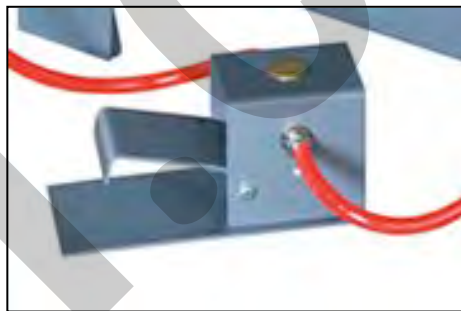

Figura 14 –Pistola e pedale di avvio.
1. Inserite le mani nei guanti di protezione montati sulla macchina, posizionate il pezzo da sabbiare sopra le gliglie, puntare la pistola verso il materiale da lavorare in una direzione compresa tra i 45° e 60° e poi premete il pedale (rif. B) di azionamento della pistola (Figura 14). Utilizzarlo con angolazioni diverse, non permetterebbe la buona riuscita del lavoro, in quanto la sabbia verrebbe sparata indietro senza essere abbastanza abrasiva. Per eseguire una pulitura corretta del pezzo, dovete indirizzarvi il getto di sabbia, con un movimento uniforme e circolare.